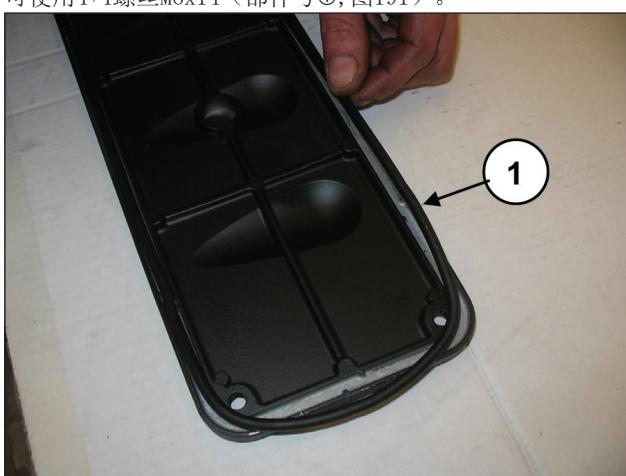
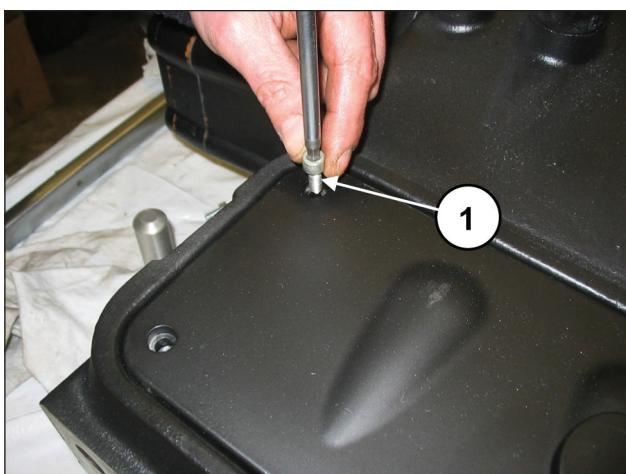

图190
图191
在检测盖上插入O形圈（部件号①, 图190）并安装检测盖，可使用4+4螺丝M6x14（部件号①, 图191）。